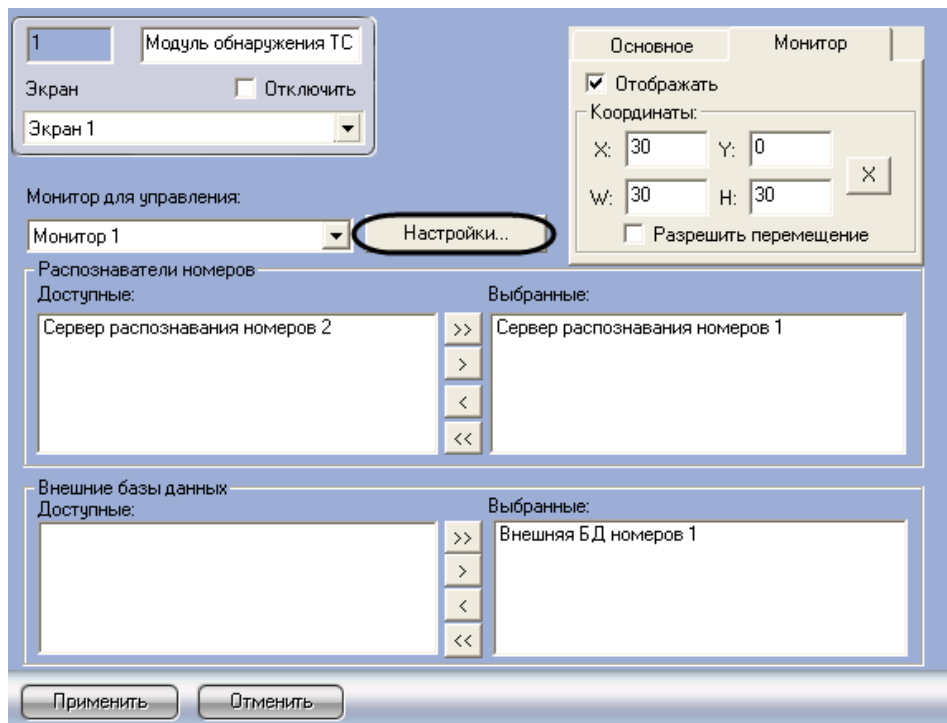

Рис. 7.9—11. Доступ к выбору внешних баз данных
1. Перейти на панель настройки объекта «Модуль обнаружения ТС» (Рис. 7.9—11).
2. Нажать кнопку «Настройки» (см. Рис. 7.9—11).